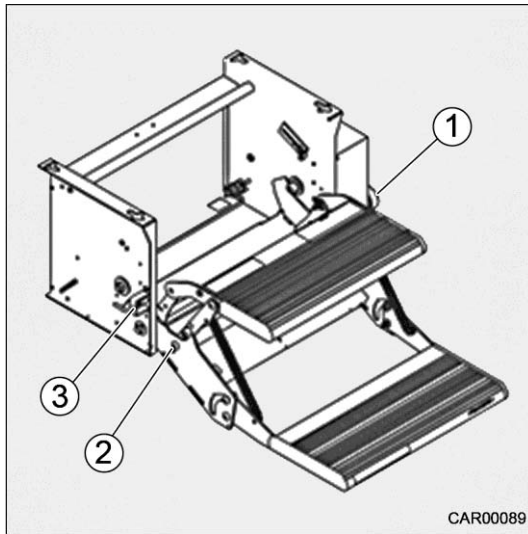

Fig. 17 Déverrouillage de secours
3. Glisser le bouton de commande (Fig. 17/1) vers l'arrière.
4. Tirer le boulon d'arrêt (Fig. 17/3) en dehors, le tourner de 90° et le fixer dans l'alésage de la marche (Fig. 17/2).